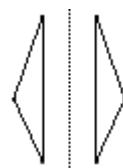

图 4.7.21 图元的镜像
Step3. 系统提示选取一个镜像中心线，选择图 4.7.21 所示的中心线（如果没有可用的中心线，可用绘制中心线的命令绘制一条中心线）。这里要特别注意：基准面的投影线看上去像中心线，